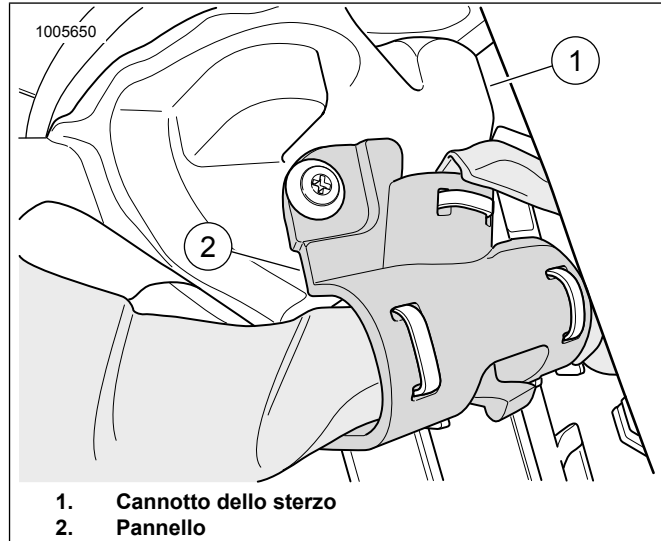

Figura 8. Canotto dello sterzo
9. Vedere la figura 8. Disporre l'estremità del cablaggio da 48 in fino al canotto dello sterzo (1). Usare il pannello (2) per fissare il cablaggio.